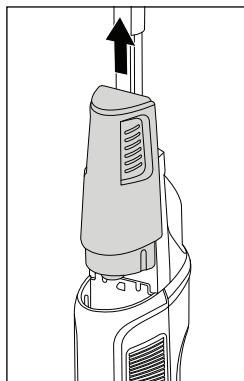

Fig. 6
- Hæld koldt eller varmt vand fra hanen (maks. 60 °C) eller destilleret vand i brugsvandsbeholderen ⑪. Brug ikke kogende vand.
- Brug aldrig produktet uden vand i brugsvandsbeholderen ⑪.
- ♦ Tag fat i brugsvandsbeholderen ⑪ i gribellerne på siden, og tag den ud af produktet oppefra (se fig. 6).